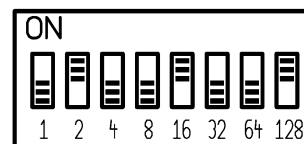

Abb. 2:
Der Dipschalter zum Einstellen der Adresse befindet sich vorne am JAB6610. Die Adresse wird binär-codiert dargestellt und errechnet sich als Summe der auf ON gestellten Wertigkeiten. Beispiel: Wenn der zweite (2), der fünfte (16) und der achte (128) DIP-Schalter auf ON stehen, dann ist die Bus-Adresse des Gerätes 146 (2 + 16 + 128 = 146). Siehe Abb. 2.